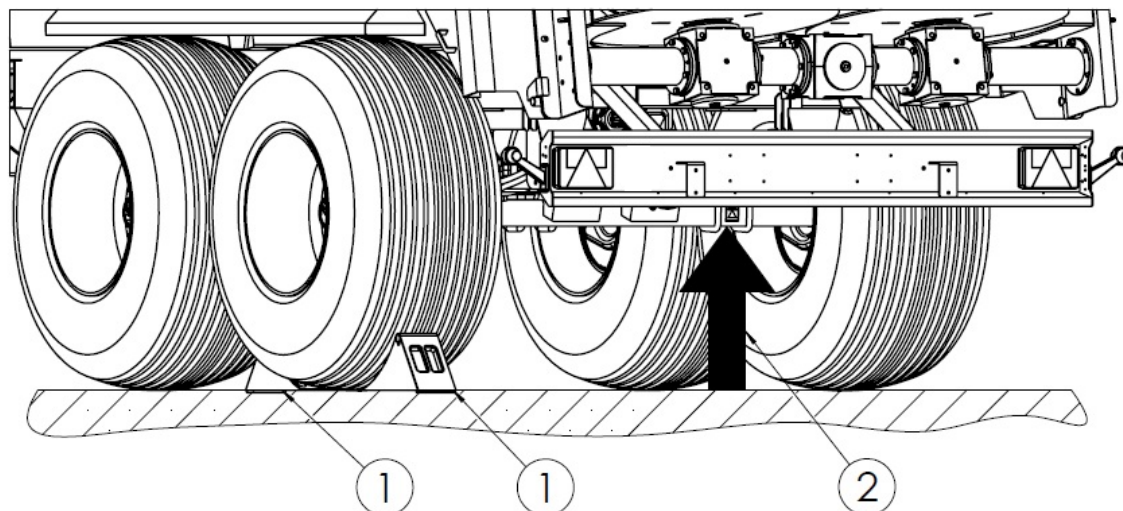

Рисунок 40. Точки установки домкратов:
Если необходимо демонтировать колесо, используйте точки установки домкрата (2) под ось. Место установки домкрата показано на рис. 40. Упоры (1) подкладывают только под одно колесо.